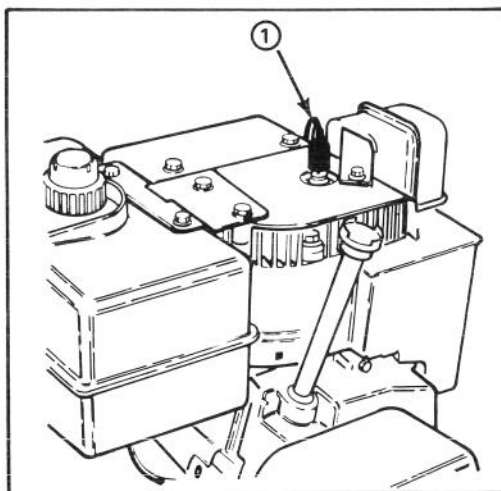

Abbildung 34
1. Die Umgebung der Zündkerze reinigen, damit kein Schmutz in den Zylinder gelangen kann, wenn die Zündkerze herausgeschraubt ist (Abb. 34).